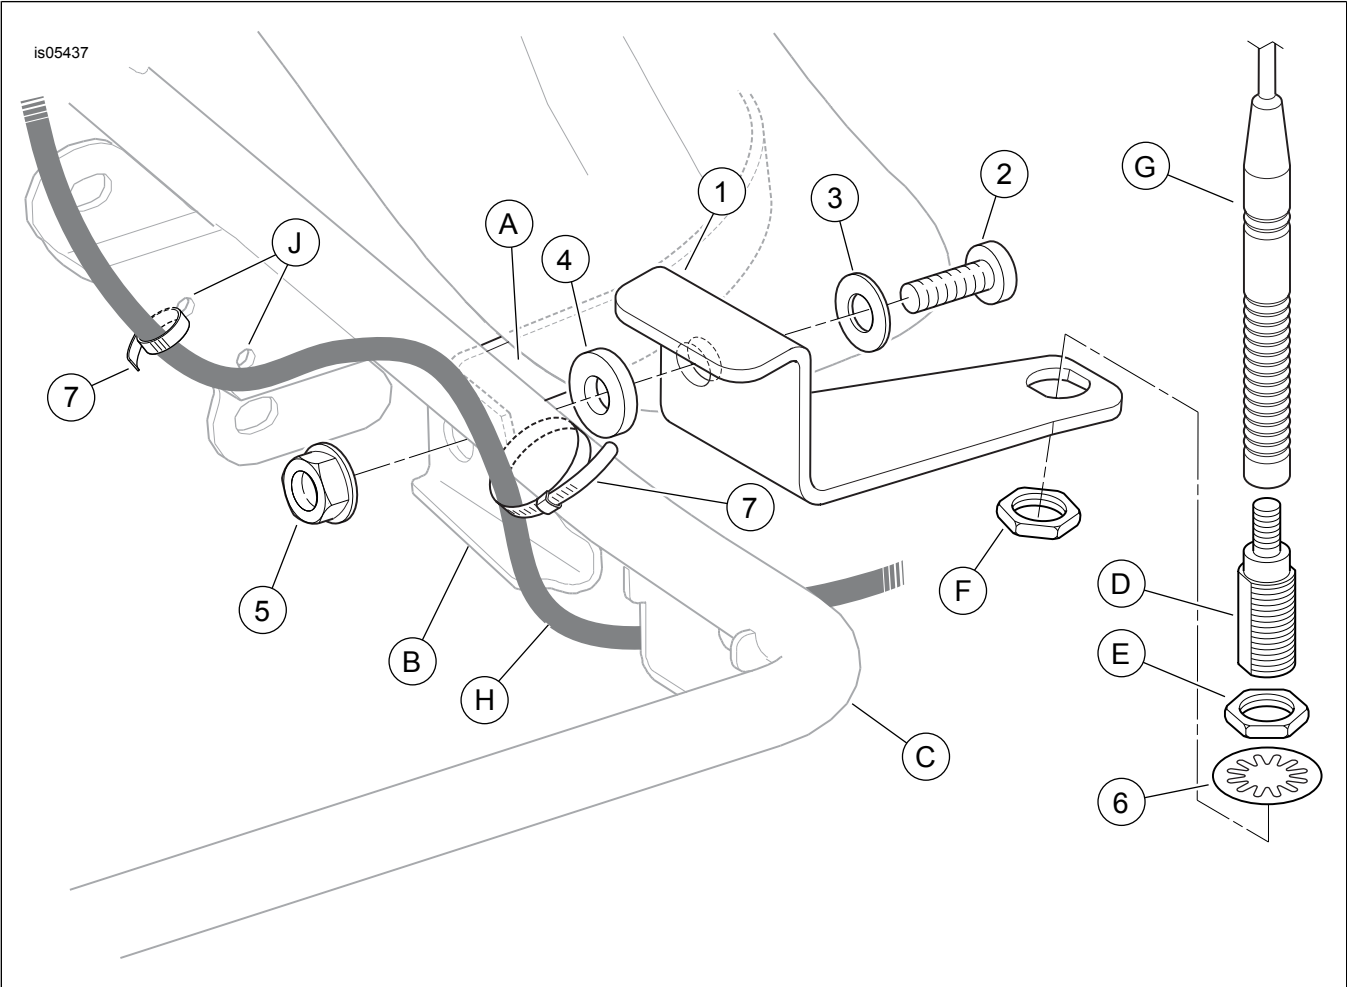

Figura 2. Piezas de servicio: Kit de reubicación de la antena
Vea Figura 2 y Tabla 1.
7. Extraiga y deseche el tornillo con cabeza TORX y la tuerca (9) que sujetan la barra de soporte inferior de la alforja a la pieza de soporte del guardabarros trasero.
8. Vea Figura 2. Obtenga la pieza de soporte **nueva** de la antena (1), el tornillo con cabeza de botón (2), las arandelas planas (3 y 4) y la tuerca de reborde (5) del kit.